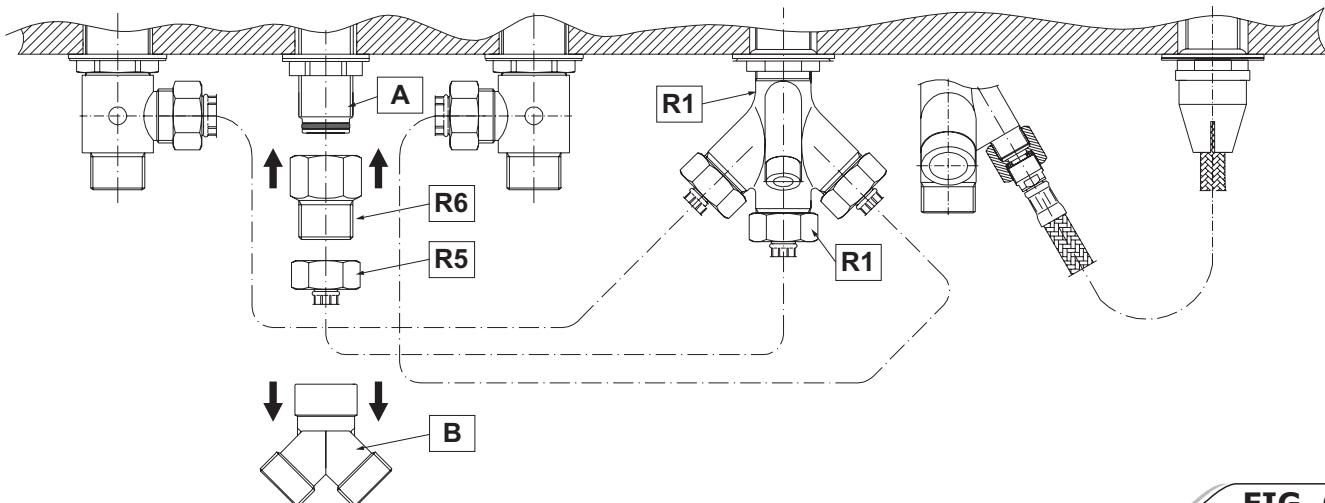

FIG. 6
- Install the others 23-5/8" (600mm) flexible hoses (**R5**) according **fig. 6**.
- Montar las mangueras elásticas restante 23-5/8" (600mm) (**R5**) según las instrucciones presentadas en la **fig. 6**.